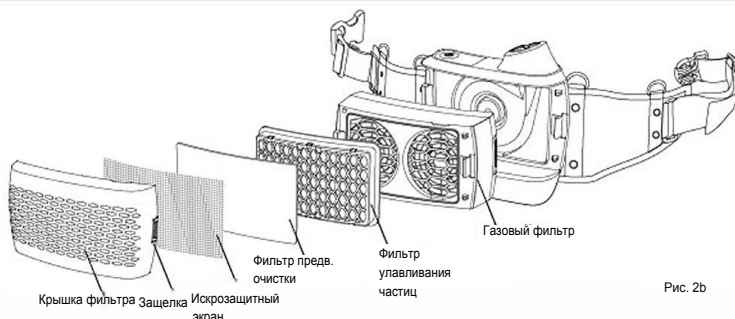

Рис. 2b
- Установите фильтр твердых частиц и газовый фильтр, как показано на рис. 2b.